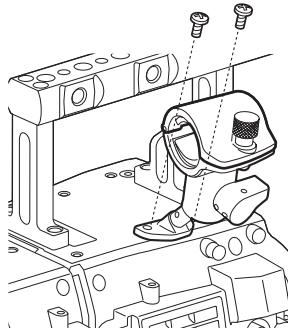

図 1
- 1 マイクホルダー取り付け位置のねじを外し、マイクホルダー AJ-MH800G (別売品) を取り付ける。(図 1)